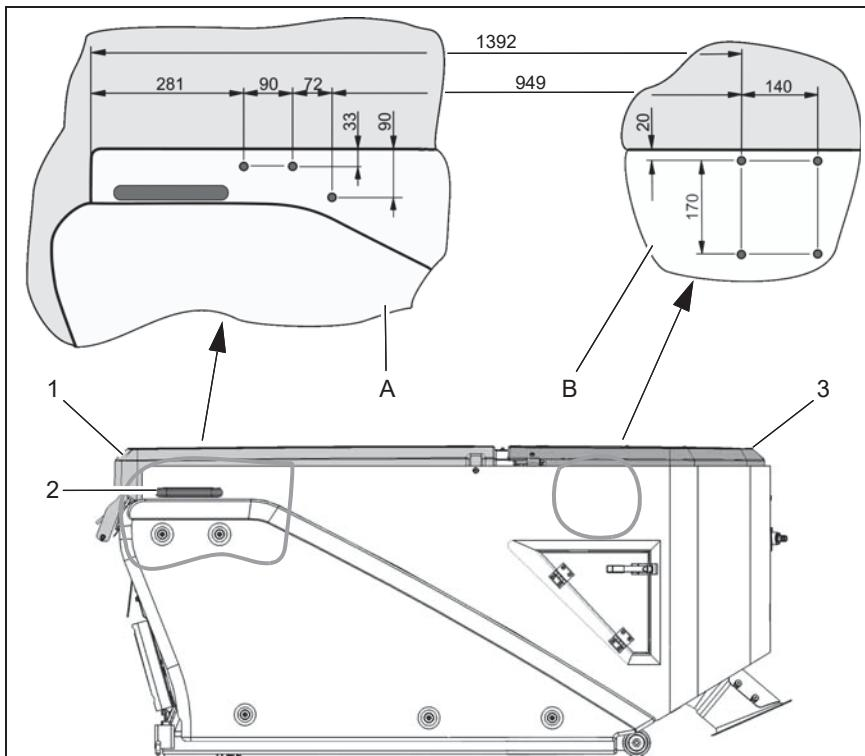

Abb.2
1. Den Deckel (Abb. 2/1) des Kehrgutbehälters öffnen.
2. Den Griff (Abb. 2/2) demontieren.
3. Die drei Bohrungen $D = 9\text{ mm}$ für den linken Halter nach Skizze (Abb. 2/A) bohren.
4. Den Deckel (Abb. 2/1) wieder schließen und die Wartungsklappe (Abb. 2/3) für das Gebläse öffnen.
5. Die vier Bohrungen $D = 9\text{ mm}$ für den rechten Halter nach Skizze (Abb. 2/B) bohren.